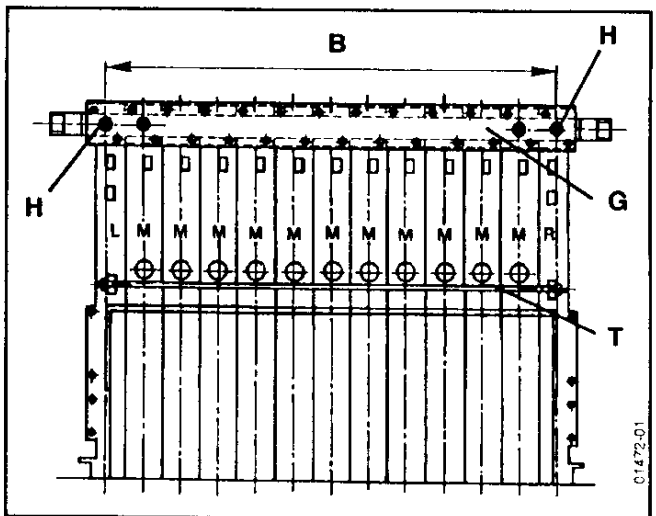

Fig. 13
Mettre en place les 3 tiges d'assemblage (T) et régler la côte d'écartement B à l'avant et à l'arrière (Tableau et Fig. 13).
ATTENTION à la tenue des tiges d'assemblage (T) puis, retirer les plaques de montage "A" du collecteur Départ et mettre en place la plaque de serrage (G) (Fig. 13).
Monter les doigts de gant des thermostats dans les piquages (H) de 1/2" situé dans l'élément d'extrémité (Fig. 13) du côté départ chauffage.